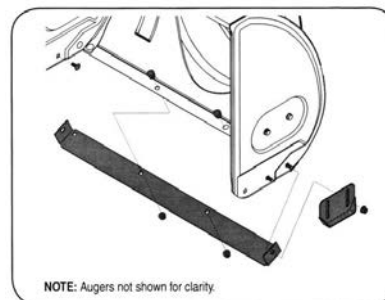

Рис.27
2. Соберите новые лыжи с четырьмя болтами (по два с каждой стороны) и шестигранными гайками с фланцем. См. рис.27.